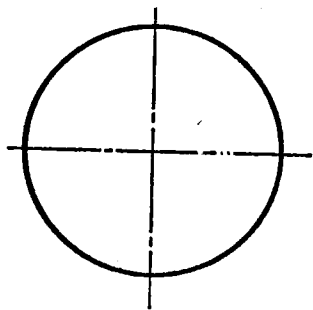

图1 角顶在竖向中心线上
1—5 初学者标注尺寸时，常犯哪些毛病？——读图 1，比比图 2
2. 用三角板分别作图1的外切，图2的内接正六边形。